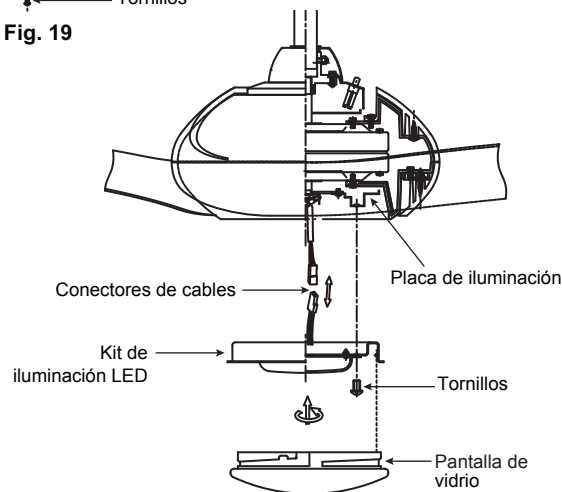

Fig. 20
**Paso 1.** Afloje los tres tornillos de montaje del interior del kit de iluminación LED (Fig. 20)
**Paso 2.** Mientras sujeta el kit de iluminación LED por debajo del motor del ventilador, prepare las conexiones eléctricas: (Fig. 20)
**Paso 3.** Inserte las conexiones en forma ordenada dentro de la placa de iluminación. Coloque los orificios principales del kit de iluminación LED sobre los dos tornillos aflojados previamente de la placa de iluminación, gire el kit de iluminación LED hasta que se traben en posición en el extremo angosto de las ranuras de los orificios principales. Ajuste bien los tres tornillos.(Fig. 20)
**Paso 4.** Levante la pantalla de vidrio contra el kit de iluminación y hágala girar en sentido horario hasta que quede ajustada. NO AJUSTE EN EXCESO. (Fig. 20).